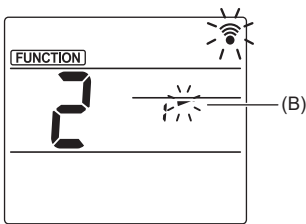

Fig. 3-3
- (3) Réglage de l'angle d'ailette (Fig. 3-3) Appuyez sur les touches [↑/↓] pour sélectionner l'angle d'ailette (B). Pointez la télécommande sans fil vers le récepteur de l'appareil intérieur, puis appuyez sur la touche [SET].
- (4) Appuyez sur la touche [MENU] pour terminer les réglages.